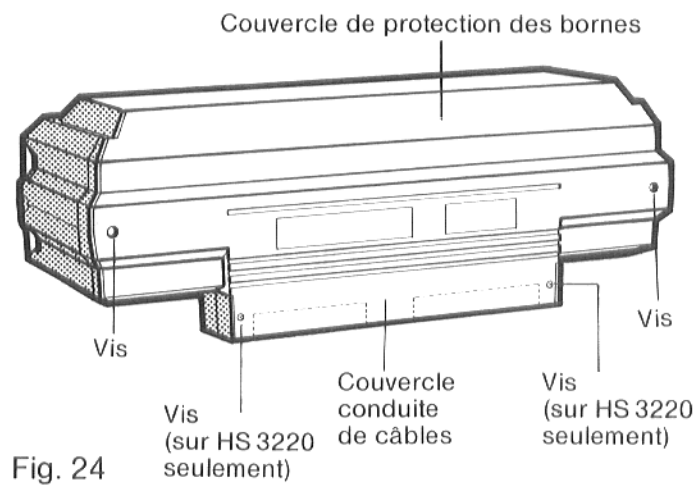

Fig. 24
- Dévisser les deux vis du couvercle de protection des bornes (fig. 24). Enlever le couvercle de protection des bornes.
Dévisser les deux vis du couvercle du passage de câbles (fig. 24). Enlever le couvercle du passage de câbles.
- Visser par l'arrière le couvercle de protection des bornes à l'aide de deux vis à l'appareil de régulation (fig. 24).